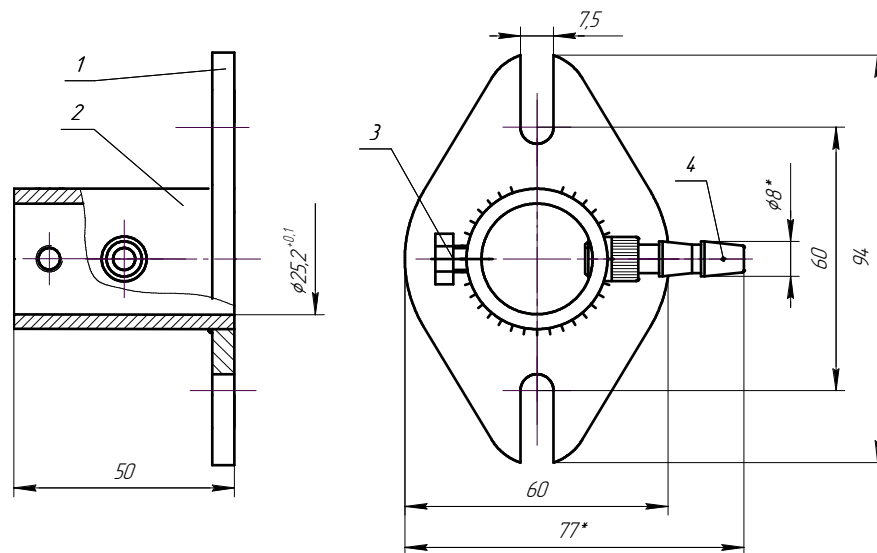

Рис.5. Фланец монтажный
9.1.2. Механическое крепление фотодатчика на объекте возможно на любой плоскости монтажным фланцем с обдувом воздухом Рис.5, с помощью винтов и гаек М5 или иным способом, используя установочный размер $\varnothing 25$ бленды поз.9 Рис.2.